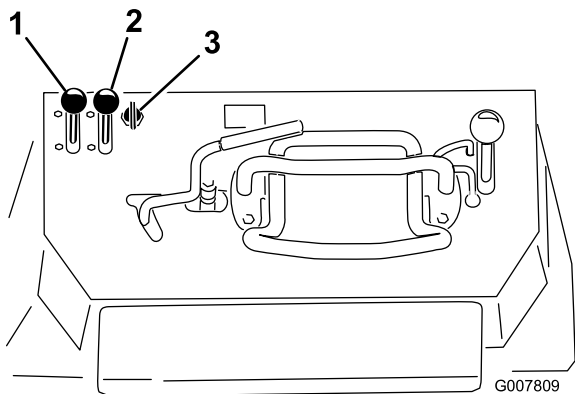

Figura 16
1. Mueva la palanca del acelerador a un punto intermedio entre las posiciones de LENTO y RÁPIDO (Figura 16).
2. Mueva la palanca del estérter a la posición de ACTIVADO (Figura 16).
- Máquinas con arranque eléctrico: gire la llave a la posición de CONECTADO (Figura 16). Cuando el motor arranque, suelte la llave.
4. Mueva la palanca del estérter a la posición de DESACTIVADO (Figura 16). Si el motor se cala o funciona de forma irregular, active el estérter otra vez hasta que el motor se caliente.
5. Mueva la palanca del acelerador a la posición deseada (Figura 16).
2. Mueva la palanca del acelerador a la posición de LENTO (Figura 16).